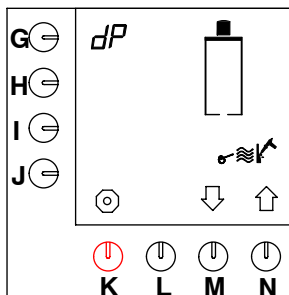

Fig. 18 Avvio del programma di disincrostazione della macchina di preparazione del caffè
- Sullo schermo viene visualizzato il programma di disincrostazione (fig. 18).
- premere il tasto di programmazione (G.) fino a che sullo schermo viene visualizzato quanto illustrato nella fig. 18 .